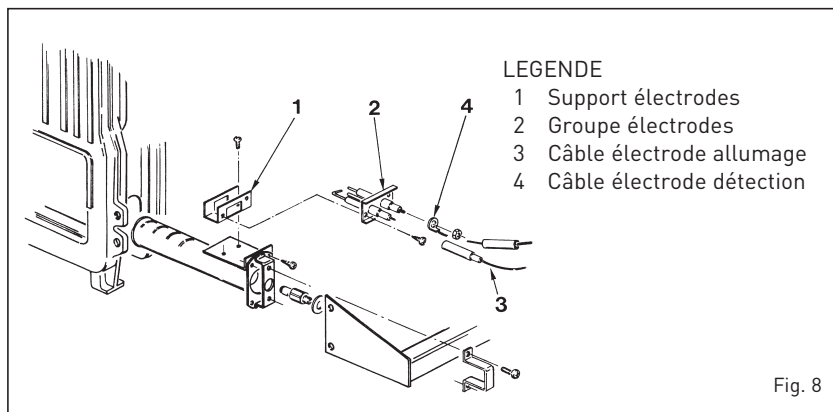

Fig. 8
3.1 APPAREILLAGE ELECTRONIQUE (fig. 8)
Les "RMG Mk.II" à allumage automatique (sans flamme pilote) dispose d'un appareillage électronique de commande et de protection, avec transformateur incorporé, situé à l'intérieur du boîtier de protection du tableau de commande. L'allumage et la détection de la flamme sont contrôlés par un groupe d'électrodes placées sur le brûleur qui assurent un maximum de sécurité et interviennent, en cas d'extinction accidentelle ou de manque de gaz, dans un laps de temps de 8 et 4 secondes (fig. 8).